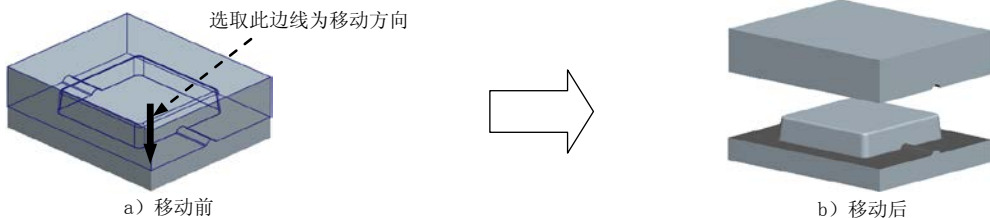

图 3.13 移动上模
Step2. 移动上模。选取图 3.13 所示的边线为移动方向，输入要移动的距离值-100。